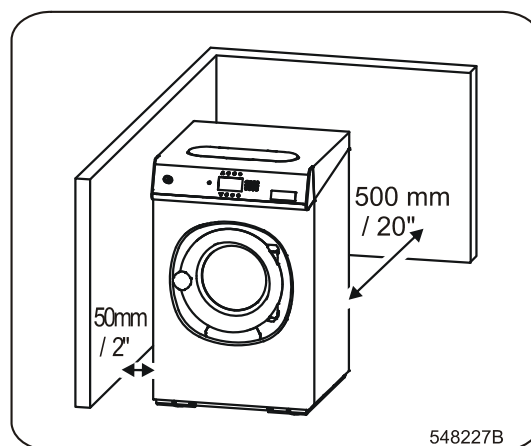

Fig.9 Fast förankrade maskiner
- Följ nedan angivna rekommenderade avstånd för att underlätta installation och serviceinsatser i maskin, se Fig. 9: